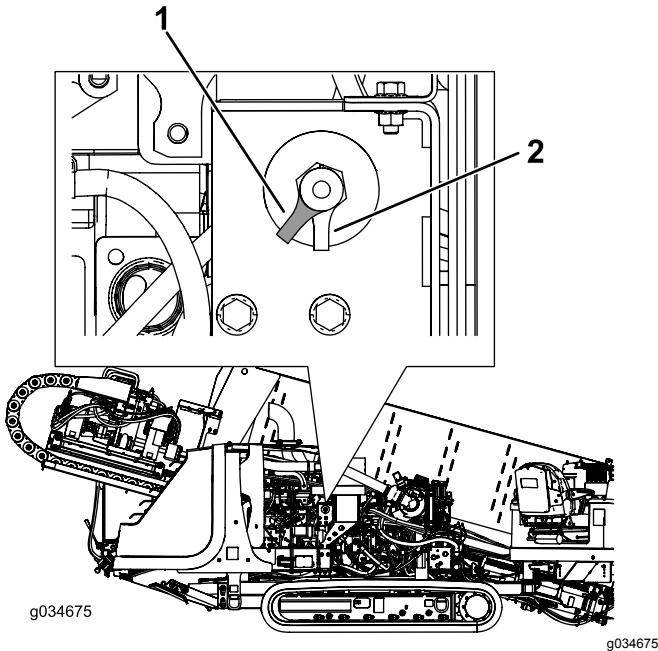

Figura 26
- Para suministrar energía eléctrica a la máquina, gire el interruptor de DESCONEXIÓN DE LA BATERÍA en sentido horario a la posición de ENCENDIDO (Figura 26).
- Para interrumpir el suministro de energía eléctrica de la máquina, gire el interruptor de DESCONEXIÓN DE LA BATERÍA en sentido antihorario a la posición de APAGADO (Figura 26).